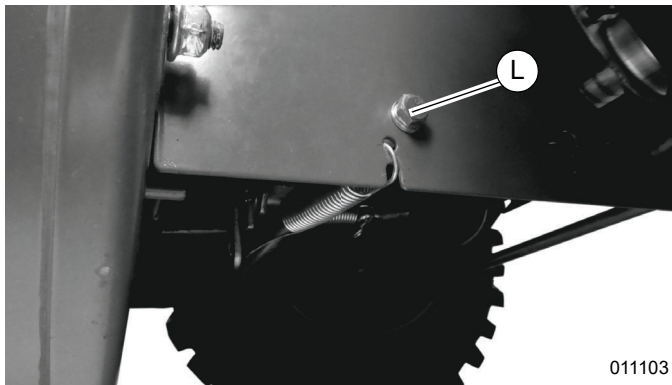

Figura 4-17. Retiro de las piezas metálicas del puntal delantero
8. Consulte la **Figura 4-17**. Retire los pernos, arandelas de seguridad y arandelas planas (L) que fijan el puntal delantero al bastidor. El soporte del disco de fricción se moverá para sacar la correa.